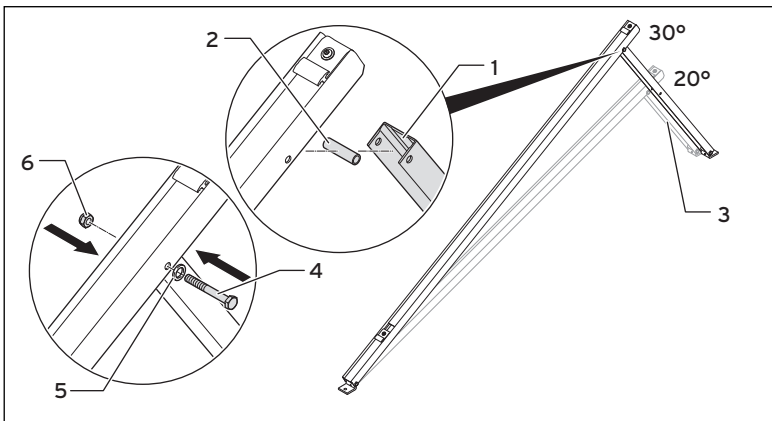

Fig. 5.11 Assemblaggio dei telai
- Serrare le viti dei piedi (5).
- Serrare le viti della guida di regolazione (→ fig. 5.11, pos. 4).
- Regolare il piede della guida di regolazione in modo che possa restare dritto sul coppo (1).
- Avvitarvi il dado superiore (2) e stringerlo saldamente sopra il piede (con chiave da 17).
- Tagliare la barra filettata subito sopra il dado (3).
- Sbavare la zona del taglio (4).
- Serrare le viti della guida di regolazione (→ fig. 5.11, 4).